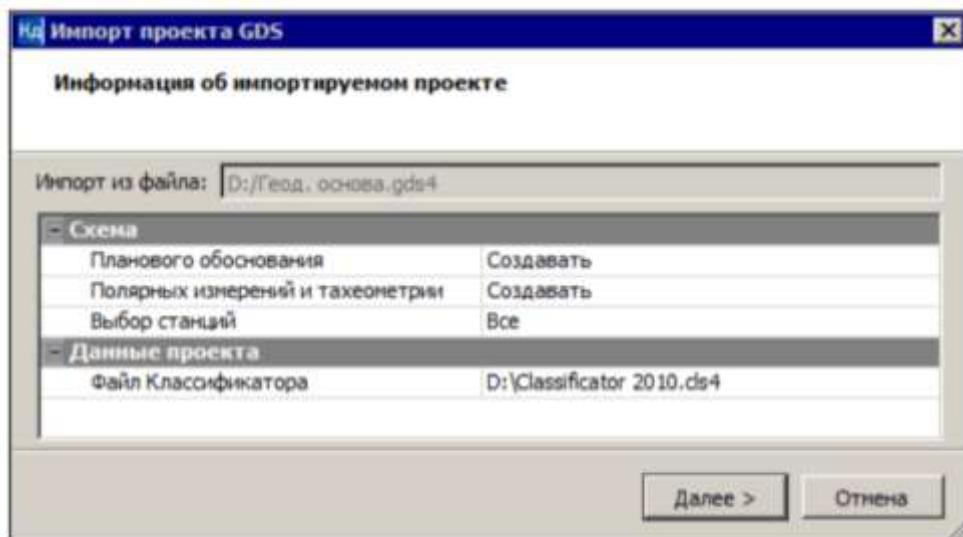

Рисунок 3 – Импорт проекта GDS
- Если система не найдет путь к классификатору КРЕДО ДАТ, об этом появится сообщение. В таком случае закройте данное сообщение кнопкой **OK** и в диалоге укажите путь к классификатору КРЕДО ДАТ – *Classifier 2010.cls4* (папка **Документация\ Материалы упражнений\Кадастр**) (рисунок 3).
- Установите настройки на создание схем (рисунок 3): **Планового обоснования, Полярных измерений и тахеометрии**. Они потребуются в дальнейшей работе для создания схемы геодезических построений и создания части ЗУ. Нажмите кнопку **Далее**.